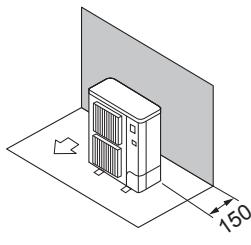

Fig. 2-3
① Окружающие предметы - только сзади (Fig. 2-3)